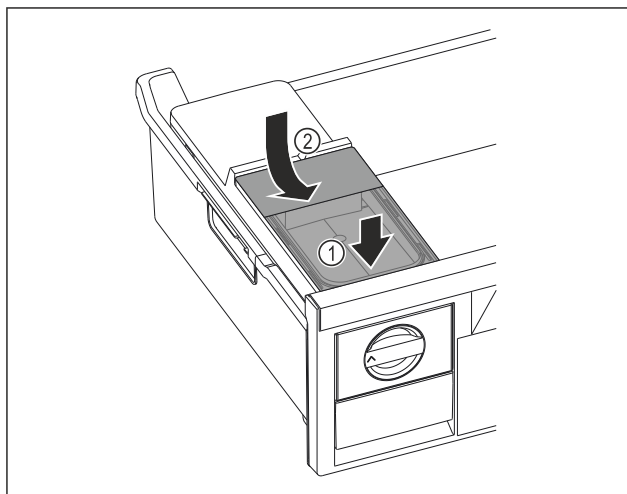

Fig. 40
- ▶ Watertank aan de voorkant plaatsen. Fig. 40 (1)
- ▶ Watertank aan de achterkant laten zakken. Fig. 40 (2)